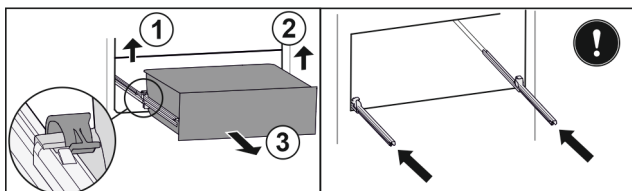

Fig. 103
- ▶ Zvedněte levou svorku a současně vytáhněte zásuvku vlevo dopředu. Fig. 103 (1)
- ▶ Zvedněte pravou svorku a současně vytáhněte zásuvku vpravo dopředu. Fig. 103 (2)
- ▶ Vyjměte zásuvku dopředu. Fig. 103 (3)